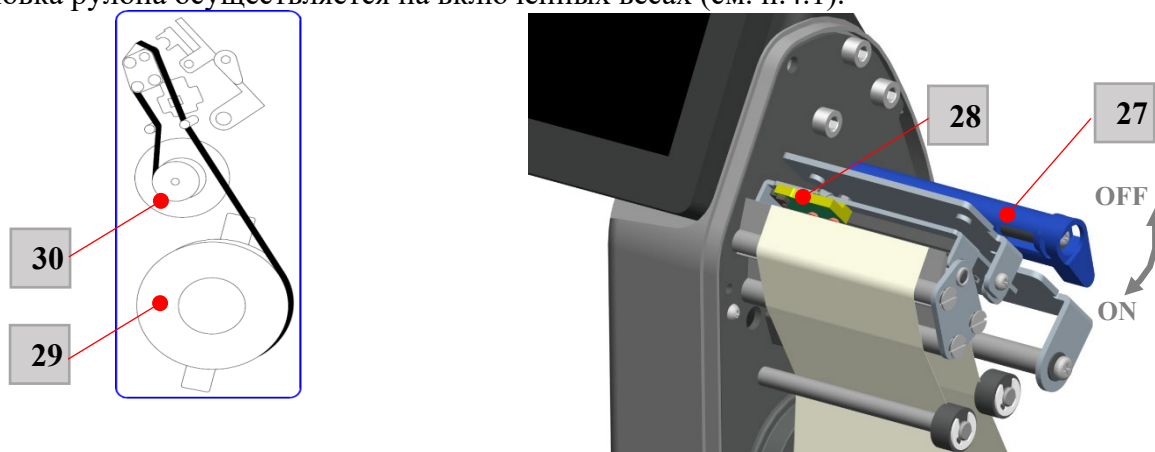

Рисунок 5 – Схема установки рулона этикеток
☞ При расположении весов старайтесь избегать попадания прямых солнечных лучей на сенсорный экран [1] и датчик отрыва этикетки [28] (см. рис. 5).
- откройте крышку печатающего устройства [12] (на рис.5 не показана);
- наденьте рулон на держатель [29] и протяните конец ленты через лентопротяжный механизм и принтер согласно схеме (см. рис. 5);